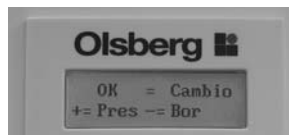

Fig.23
También aquí tiene tres opciones a elegir (fig.23):
- pulsando - puede reestablecer el ajuste de fábrica del menú reducción del grado de carga, quiere decir, se eliminarán tanto las reducciones definidas personalmente como también los programas predefinidos. Si ha definido las reducciones (con OK o +, fig.23) y los quiere deshacer de nuevo, puede seleccionar con la tecla - la eliminación de las reducciones y reestablecer con OK (fig.26) el ajuste de fábrica en el punto de menú reducción del grado de carga.